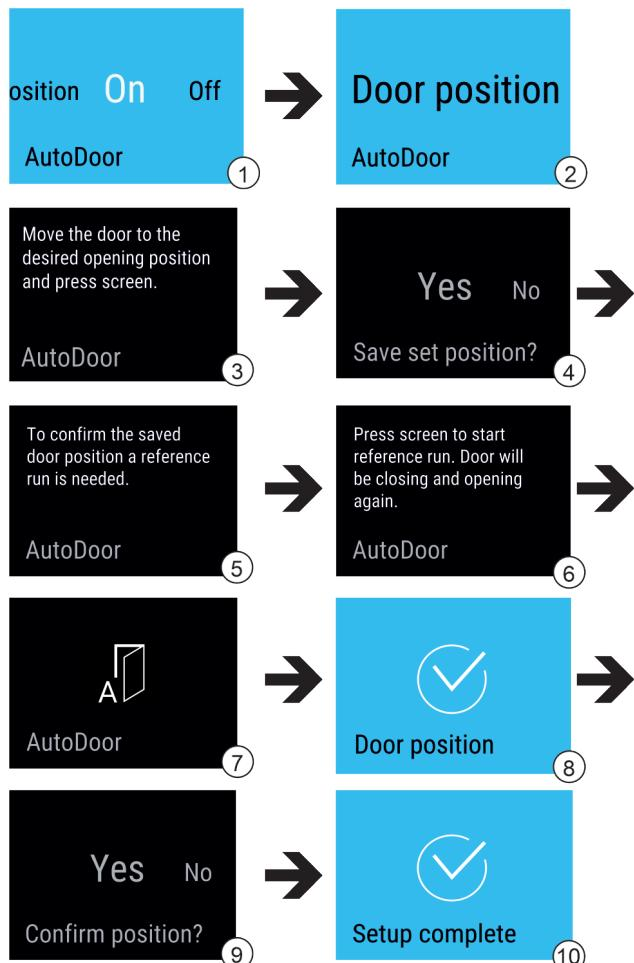

Fig. 18
- Изберете функцията AutoDoor. Fig. 18 (1)
- На дисплея пълзгайте индикацията, докато се появии Door position. Fig. 18 (2)
- Конфигуриране на ъгъла на отваряне на вратата: Отворете вратата на поне 70°. Fig. 18 (3)
- Потвърждаване на ъгъла на отваряне на вратата: Докоснете съобщението на дисплея. Fig. 18 (4)
- Стаптиране на референтно движение: Докоснете дисплея. Fig. 18 (6)
- Дисплеят мига. Fig. 18 (7)
- Референтното движение е успешно: Дисплеят става син за 2 секунди. Fig. 18 (8)
- Потвърдете на ъгъла на отваряне на вратата. Fig. 18 (9)
- Дисплеят става син. Fig. 18 (10)